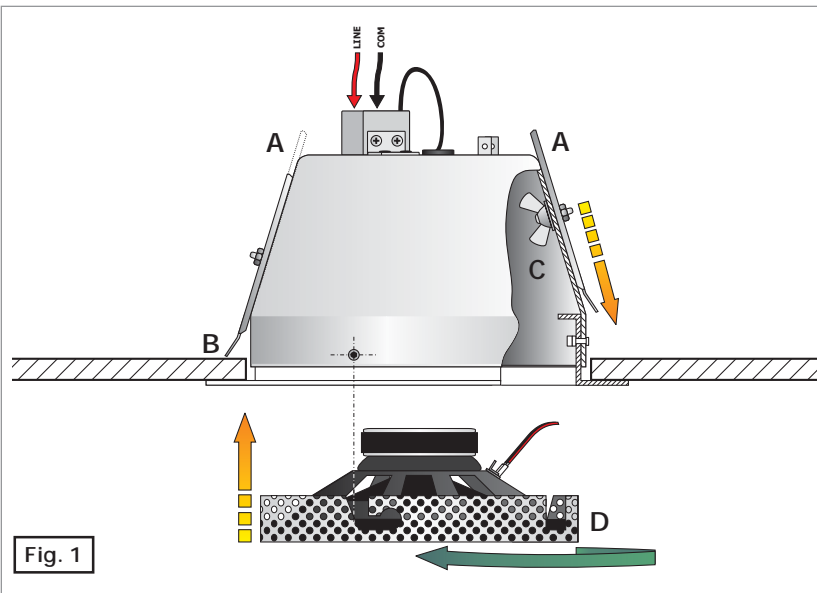

Fig. 1
- 1) con le piastre (A) a fine corsa verso l'alto, inserire la calotta all'interno del foro.
- 2) far scorrere le piastre verso il basso fino al raggiungimento del controsoffitto (B) come illustrato in fig. 1.
- 3) stringere saldamente i dadi a galletto (C).
- 5) posizionare il corpo altoparlante con le asole della rete frontale (D) in corrispondenza delle tre bugne di sostegno ed agganciarlo ruotandolo in senso antiorario fino al raggiungimento della posizione di fermo.
- 1) Setzen Sie mit den Platten (A) in Endanschlag-Position die Kalotte in die Öffnung ein.
- 2) Lassen Sie die Platten nach unten gleiten, bis die abgehängte Decke (B) erreicht ist, wie in der Abb. 1 dargestellt.
- 3) Ziehen Sie die Flügelmuttern (C) fest an.
- 5) Positionieren Sie den Lautsprecher, so dass die Ösen des Frontgitters (D) mit den drei Haltewinkeln übereinstimmen und haken Sie ihn ein, indem Sie ihn im Uhrzeigersinn bis zum Anschlag drehen.
- 1) With the plates (A) at the upward limit of their travel, insert the cap into the hole.
- 2) Slide the plate downwards until the false ceiling is reached (B), as illustrated in Figure 1.
- 3) Tighten the wing nuts firmly (C).
- 5) Position the body of the loudspeaker with the slots of the front net (D) corresponding to the three supporting bosses and hook into place by turning in a clockwise direction until the stop position is reached.
- 1) plaats, met de platen (A) zo ver mogelijk naar boven geschoven, de kap in de boring.
- 2) laat de platen omlaag glijden tot aan de plafondbetimmering (B) zoals aangegeven op afb. 1.
- 3) haal de vleugelmoeren (C) stevig aan.
- 5) plaats de luidsprekerromp met de sleuven van het frontnet (D) ter hoogte van de drie draagpunten en bevestig hem door hem tegen de klok in te draaien tot hij blokkeert.
- 1) introduire la calotte dans le trou avec les plaques (A) avec la fin de course vers le haut;
- 2) faire coulisser les plaques vers le bas jusqu'à ce qu'elles atteignent le faux plafond (B), comme cela est illustré à la figure 1;
- 3) serrer fermement les écrous papillon (C);
- 5) placer le corps du haut-parleur avec les boutonnières de la grille frontale (D) en correspondance des trois écrous de retenue et l'accrocher en le tournant dans le sens inverse aux aiguilles d'une montre jusqu'à ce la position de blocage soit atteinte.
- 1) con las placas (A) al final de carrera hacia arriba, introducir la calota dentro del agujero.
- 2) deslizar las placas hacia abajo hasta llegar al cielorraso (B) como mostrado en la fig. 1.
- 3) apretar fuerte las tuercas de palomilla (C).
- 5) colocar el cuerpo del altavoz, con las ranuras de la rejilla frontal (D) en correspondencia con los tres sillares de sostén y engancharlo girándolo en sentido antihorario hasta llegar a la posición de tope.